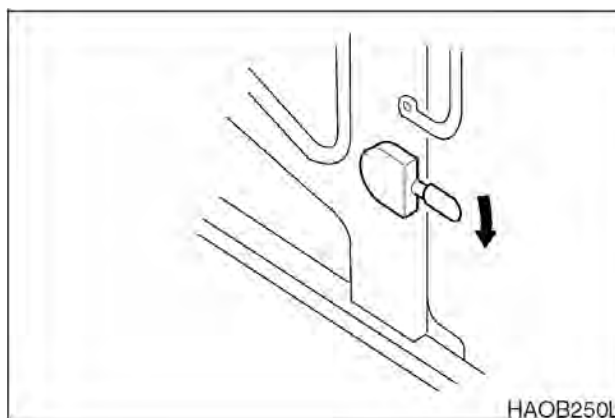

Рис. 118
2. Для отделения двери от стенки кабины опустить рычаг защелки (рис. 118). Рычаг защелки расположен слева от сиденья оператора.